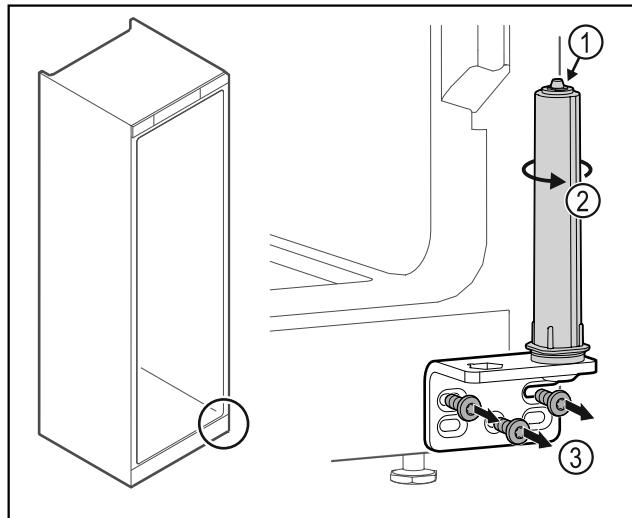

Fig. 35
- Neizjauciet durvju slēgšanas sistēmu Fig. 35 (1).
- Pagrieziet slēgšanas sistēmu Fig. 35 (2), līdz tā noklikšķ.
- Noskrūvējiet lokāmos kronsteinus Fig. 35 (3).